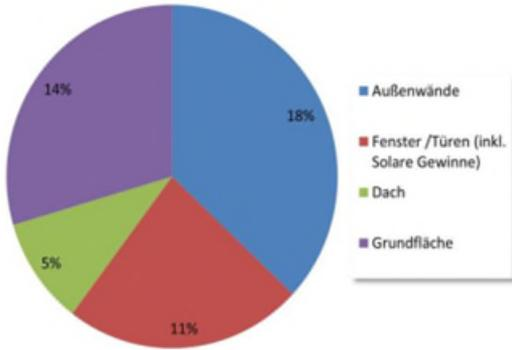

Abbildung 5: Prozentuale Verteilung der Wärmeverluste über die Bauteilgruppen (Transmissionswärmeverluste, Vereinshaus)
- **Abbildung 5: Aufteilung Nutz-, End- und Primärenergiebedarf kWh/m²a**